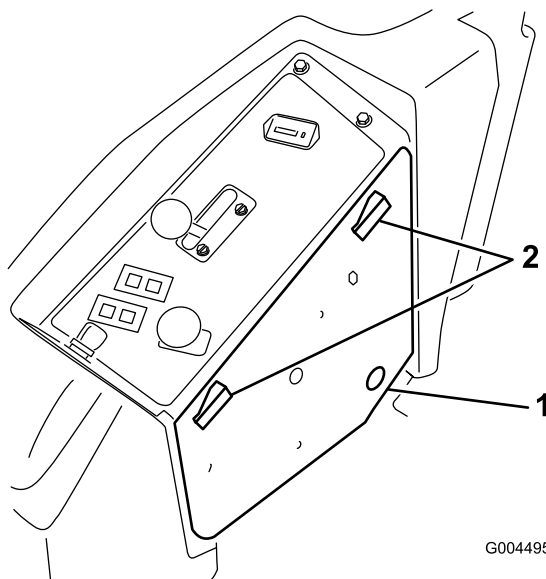

Figura 22
2. Destrancue a cobertura do painel de controlo e coloque-o de lado (Figura 22).